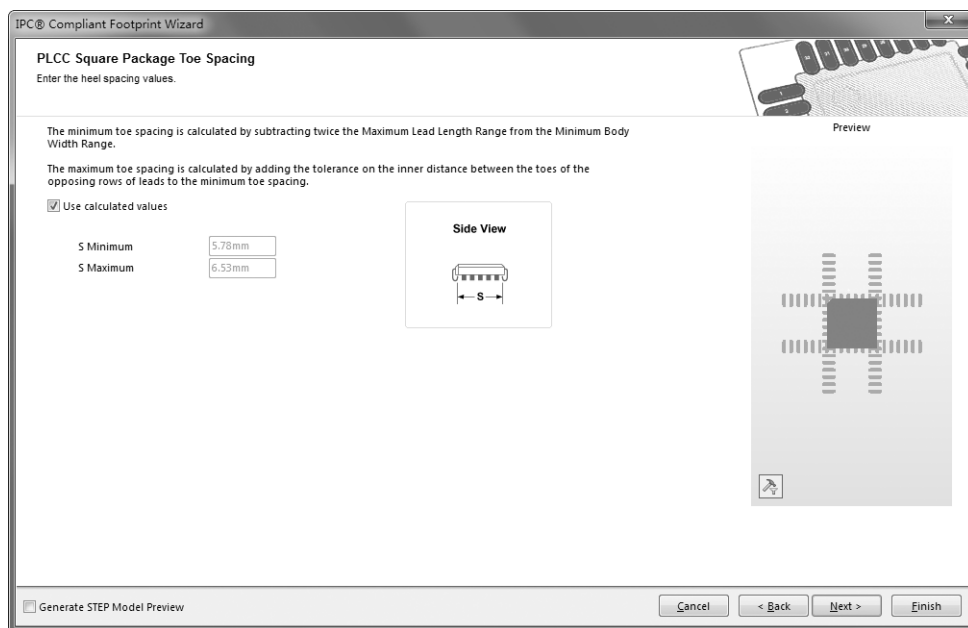

图 11-44 轮廓宽度设置对话框
(5) 单击“Next”（下一步）按钮，进入 IPC 模型底部轮廓设置对话框，如图 11-44 所示。这里默认勾选“Use calculated values”（使用估计值）复选框。